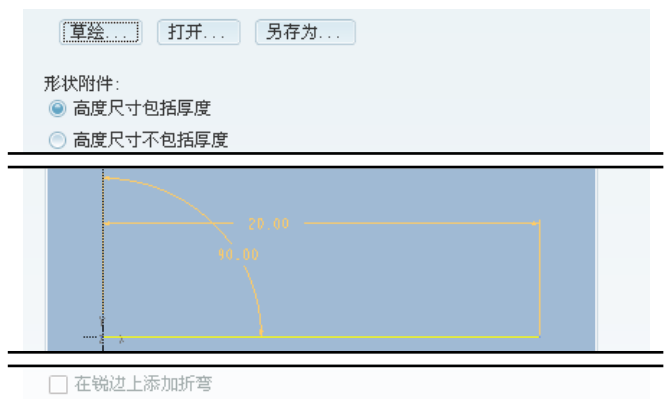

图 11.2.11 “形状”界面
Step6. 定义法兰附加壁的轮廓尺寸。单击 **形状** 按钮, 在系统弹出的界面中, 分别输入数值 20.0、90.0, 并分别按 Enter 键 (图 11.2.11)。